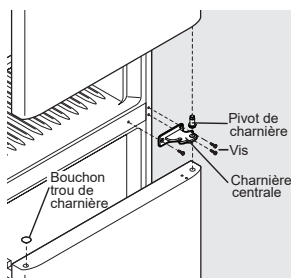

figure 2
- À l'aide d'un tournevis à tête Torx T25, retirez les 3 vis de la charnière centrale et mettez la charnière de côté (voir Figure 2).